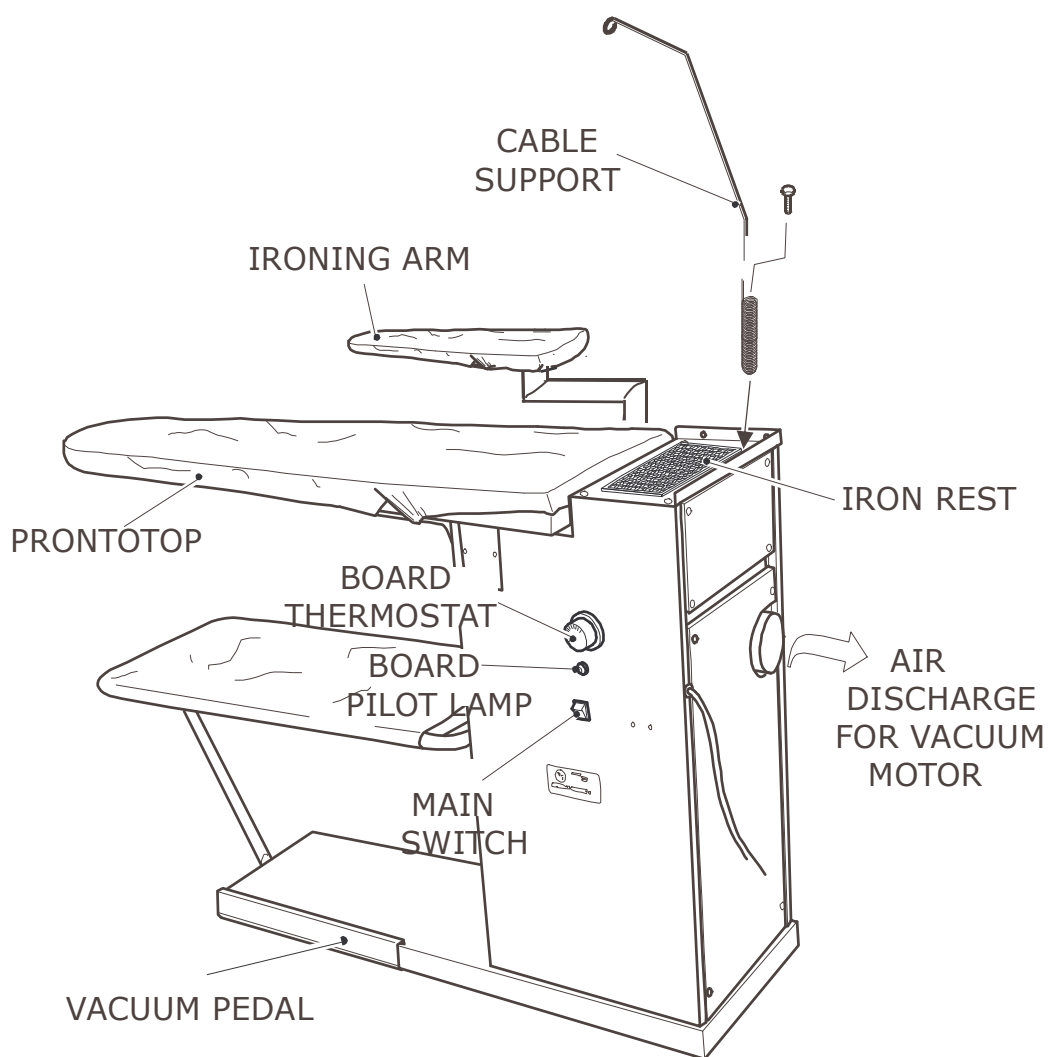
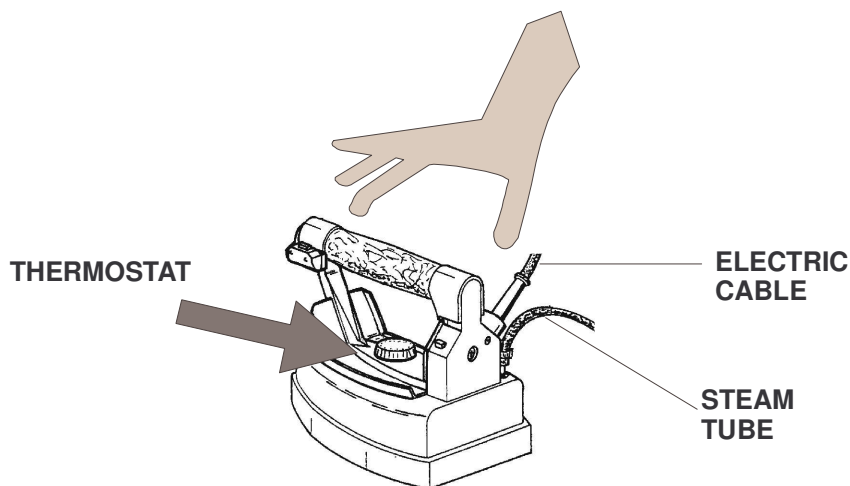
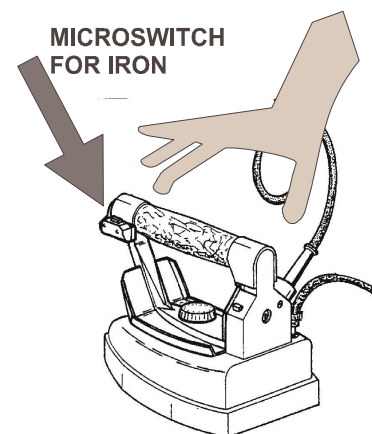

FIG. 1
Рис. 2
Рис. 3
2. Распакуйте глад. Стол мод. KS200 из картонной упаковки и закрепите стержни-держатели шлангов в специальное отверстие (рис. 1). Стержень-держатель шланга не входит в комплект.
2. Включить кнопку выключателя (рис. 1), повернуть рукоятку термостата на 80/90° (рис. 1): когда сигнальная лампочка погаснет, стол готов к работе.
1. Гладить утюгом изделие для глажения (рис. 3), периодически нажимая на кнопку подачи пара на утюге и одновременно нажимать на педаль вытяжки воздуха из гладильного стола (рис. 1). Причем педаль включения вытяжки рекомендуется держать нажатой на несколько секунд дольше, чем кнопку подачи пара на утюге, что поможет быстрее высушивать изделие на гладильном столе. Для более качественного глажения советуем регулятор температуры утюга (рис. 2) устанавливать в конечную позицию "cotone".
3. Во время глажения всегда ставьте утюг на специальный коврик на столе (рис. 1) Необходимо следить, чтобы паровой шланг и электропровод не перекручивались и не
5. При сухом глажении термостат утюга (рис. 2) можно регулировать в зависимости от рекомендации по глажению конкретных тканей.
4. При поврежденной электропроводке утюга (рис. 2);
5. При потере воды из утюга (рис. 3);
7. Промывать или чистить утюг водой (рис. 3).
Рекомендуем проводить замену чехла каждые 320 часов работы на нем, или максимум каждые 3 месяца. Во время этой операции стол должен быть холодным и выключен от сети (рис. 1: чехол). **Примечание:** Чехол можно стирать 1-2 раза.